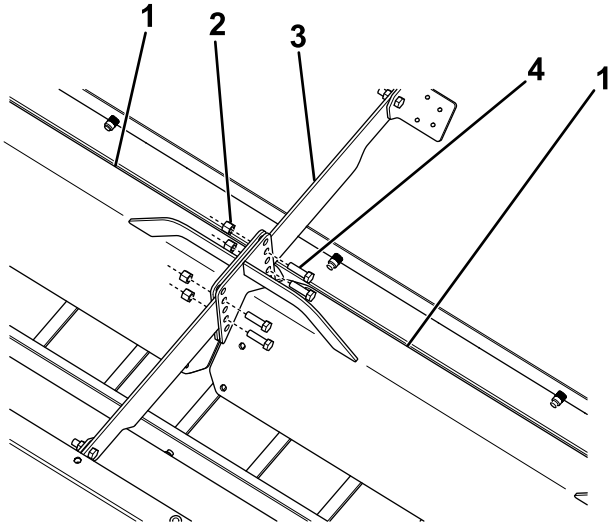

Figure 16
8. Alignez les extrémités libres des déflecteurs et fixez-les entre elles et au support transversal de l'épandeur, au moyen de 4 boulons (3/8 x 1-1/4 po) et 4 écrous (Figure 16).